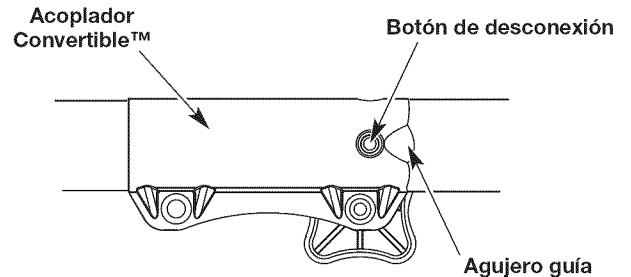

Fig. 4
NOTA: Alinear el botón de desconexión con el agujero guía facilitará la instalación (Fig. 4).
2. Oprima y sostenga el botón de desconexión (Fig. 4).